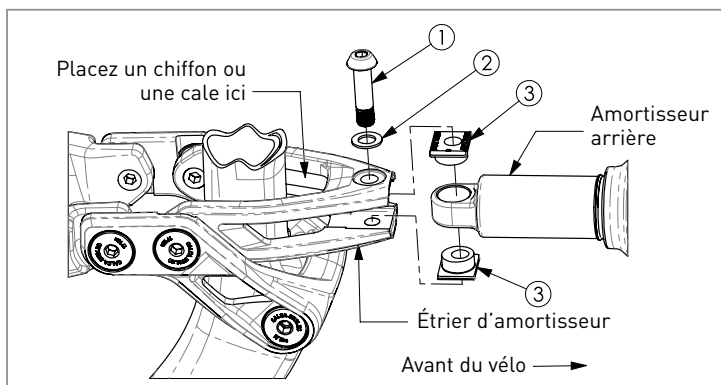

Figure 1 - Vue éclatée
- ATTENTION : il est possible d'endommager la finition du cadre lors du retrait de la vis de l'étrier de l'amortisseur en cas d'extension excessive de la tringlerie et des bras oscillants arrière. L'avant du tube de selle peut entrer en contact avec les étriers, le plateau au niveau des bases et au niveau de la zone Split Pivot de l'axe arrière. Comme indiqué dans la figure 1, placez un chiffon replié ou un petit bloc de mousse ou de carton entre l'avant du tube de selle et l'arrière de l'étrier de l'amortisseur afin que la tringlerie ne se déploie pas excessivement.